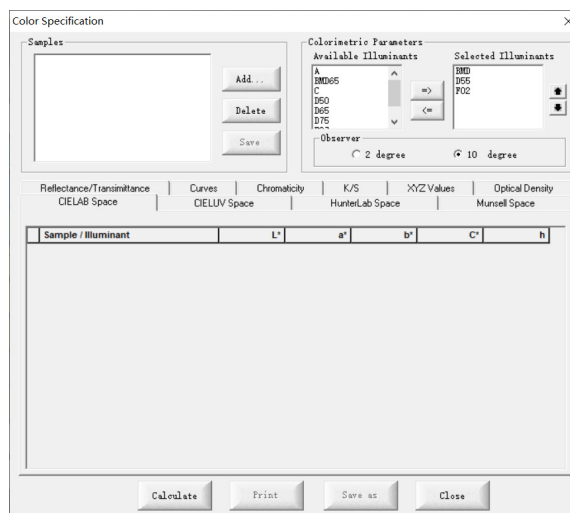

图 6-19 Color Specification 操作界面
通过 Color Management → Color Specification 打开 DigiColor 颜色特征，将出现以下窗口（如图 6-19）：
- Close:** 此按钮用于关闭“Shade Search”对话框（如图 6-19）而不进行保存。